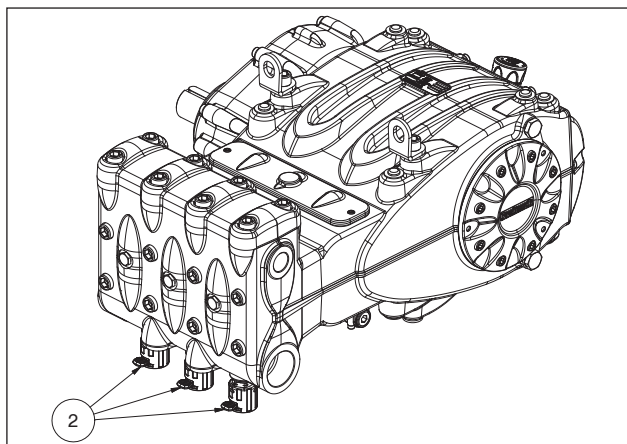

Fig. 9
Stellen Sie nach längerer Lagerung oder Stillstand die Funktionstüchtigkeit der Saugventile wieder her, indem Sie die drei Ventilheber öffnen (siehe Pos. ② Fig. 9). Schließen Sie die Ventile vor Start der Pumpe wieder.